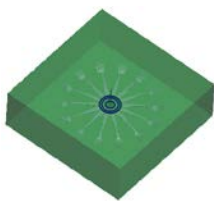

图 23.9 主流道
Step2. 创建图 23.9 所示的主流道。
(1) 单击 **模型** 功能选项卡 **切口和曲面** 区域中的 按钮，系统弹出“拉伸”操控板。在操控板中，确认“实体”按钮 被按下。
- ① 定义草绘截面放置属性。在绘图区域右击，从系统弹出的菜单中选择 **定义内部草绘...** 命